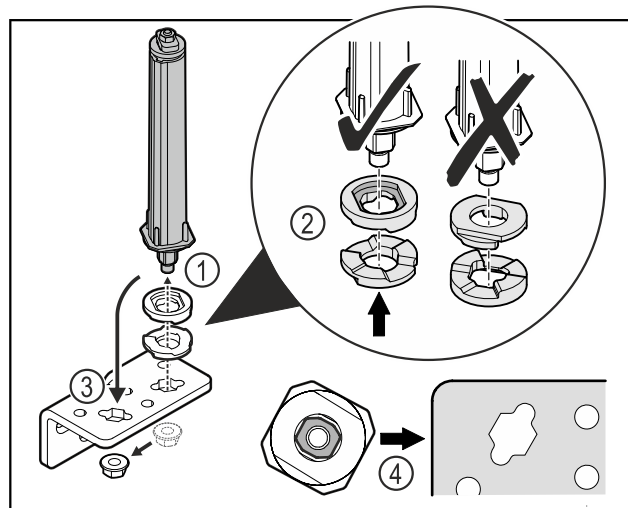

Fig. 31
- Desserrer l'écrou et retirer le système de fermeture de porte Fig. 31 (1).
- Veiller à ce que les rondelles de réglage de la hauteur soient correctement orientées Fig. 31 (2).
- Mettre le système de fermeture de la porte dans l'autre trou de l'équerre de charnière et le fixer avec l'écrou Fig. 31 (3).
- Lors de la mise en place, veiller à bien orienter le système de fermeture de porte Fig. 31 (4).